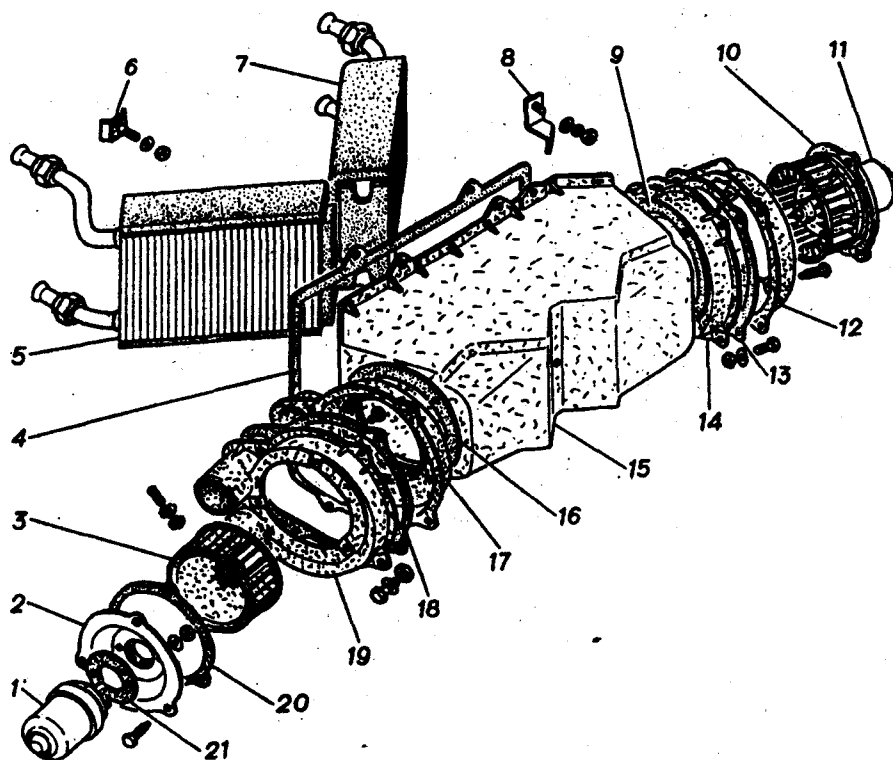

Рис. 151. Основной отопитель:
Основной отопитель (рис. 151) обеспечивает отопление кабины воздухом, нагреваемым в двух, соединенных параллельно, радиаторах отопителя. Радиаторы установлены в пластмассовом кожухе, который крепится к кожуху воздухозаборника, и соединены с системой смазки двигателя. Горячее масло из системы смазки поступает через кран, установленный в масляном фильтре, по трубопроводам в радиаторы отопителя; пройдя через радиаторы масло сливается в масляный картер двигателя.
4. Отсоединить электродвигатели 1 и 11 (рис. 151) вентиляторов от пучка проводов.